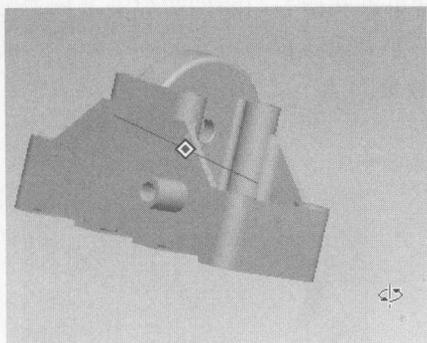

图 1.14 旋转零件（一）
STEP 03 单击  (旋转中心开/关) 按钮，打开或关闭模型旋转中心的显示，就是模型中央红绿蓝三色的坐标系，当其显示时，对于模型的旋转浏览就是以其显示位置为中心进行旋转，当其关闭时，对于模型的旋转浏览就是以鼠标按下时所在的位置为中心进行旋转。首先打开显示，然后将鼠标指针放在工作区右下角，按住中键拖动鼠标，观察模型旋转方式，如图 1.14 所示。